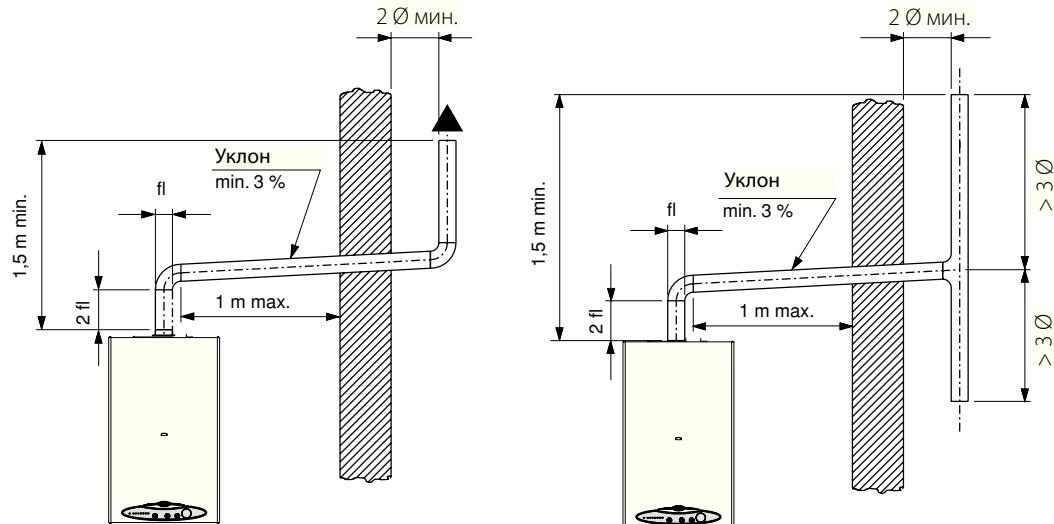

рис. 11 - Подсоединение к дымоходу мод. CTN и RTN
- вытяжной блок должен находиться выше, минимум на 1,5 м, уровня точки крепления вытяжной трубы к котлу (см. рис. 11).